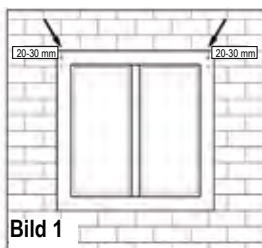

Bild 1
1. Märk upp borrhållpunkter 20-30 mm från fönsterramens övre kant för det övre hålet (Bild 1).